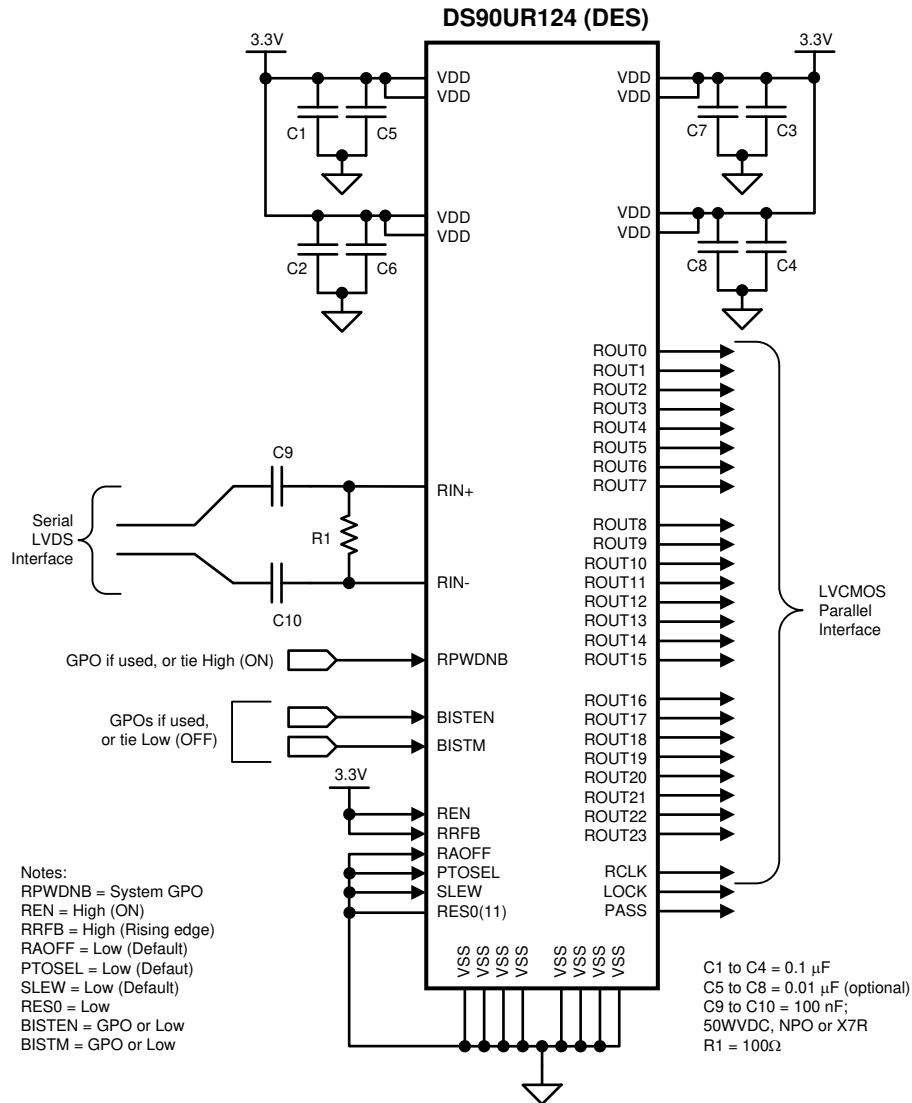

図 7-5. DS90UR124 の接続図
**図 7-5** に、DS90UR124 デシリアライザ (DES) の代表的なアプリケーションを示します。LVDS 入力では、100Ω の終端とラインに対する 100nF カップリング コンデンサが使われています。電源ピンの近くにバイパス コンデンサを配置します。ローカル バイパスとして、少なくとも 4 つの 0.1μF コンデンサを使用する必要があります。システム GPO (汎用出力) が RPWDNB ピンを制御します。このアプリケーションでは、RCLK の立ち上がりエッジでデータをストロブするため、RRFB ピンは High に接続されています。REN 信号も使われておらず、High に接続されています。本アプリケーションはコンパニオン シリアライザ (DS90UR241) と接続することを想定しており、データをデスクランブル化するため、RAOFF ピンは Low に接続されています。出力 (LVCMOS) の信号品質は SLEW ピンにより設定されます。そして、PTOSEL ピンを使って、出力バンク間にわずかな遅延を導入することで、同時出力スイッチングを低減できます。
図 7-5 に、DS90UR124 デシリアライザの代表的なアプリケーションとして 33MHz、18 ビット カラー ディスプレイ アプリケーションを示します。RIN± 入力には、外付けの直列 0.1μF AC カップリング コンデンサと高速シリアル ラインの 100Ω 並列終端を接続する必要があります。本デシリアライザは終端を内蔵していません。電源ピンの近くにバイパス コンデンサを配置します。ローカル デバイス バイパスとして、少なくとも 4 つの 0.1μF コンデンサを使用する必要があります。ノイ